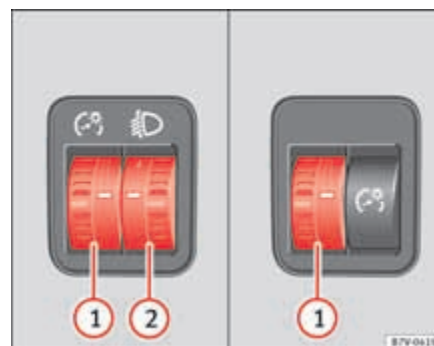

Fig. 68 Al lado del volante: reguladores de la iluminación de los instrumentos y los mandos ① y del alcance de las luces ②.
① Iluminación de los instrumentos y los mandos
Con las luces encendidas se puede regular la intensidad de la luz de los instrumentos y los mandos girando el mando ⇒ fig. 68 ①.
La regulación del alcance de las luces ⇒ página 125, fig. 68 2 se adapta según el valor del haz luminoso del faro al estado de carga del vehículo. Con ello el conductor tiene la mejor visibilidad posible y no deslumbra a quien circula en sentido contrario ⇒ .
Para ajustar, gire el mando ⇒ página 125, fig. 68 2: